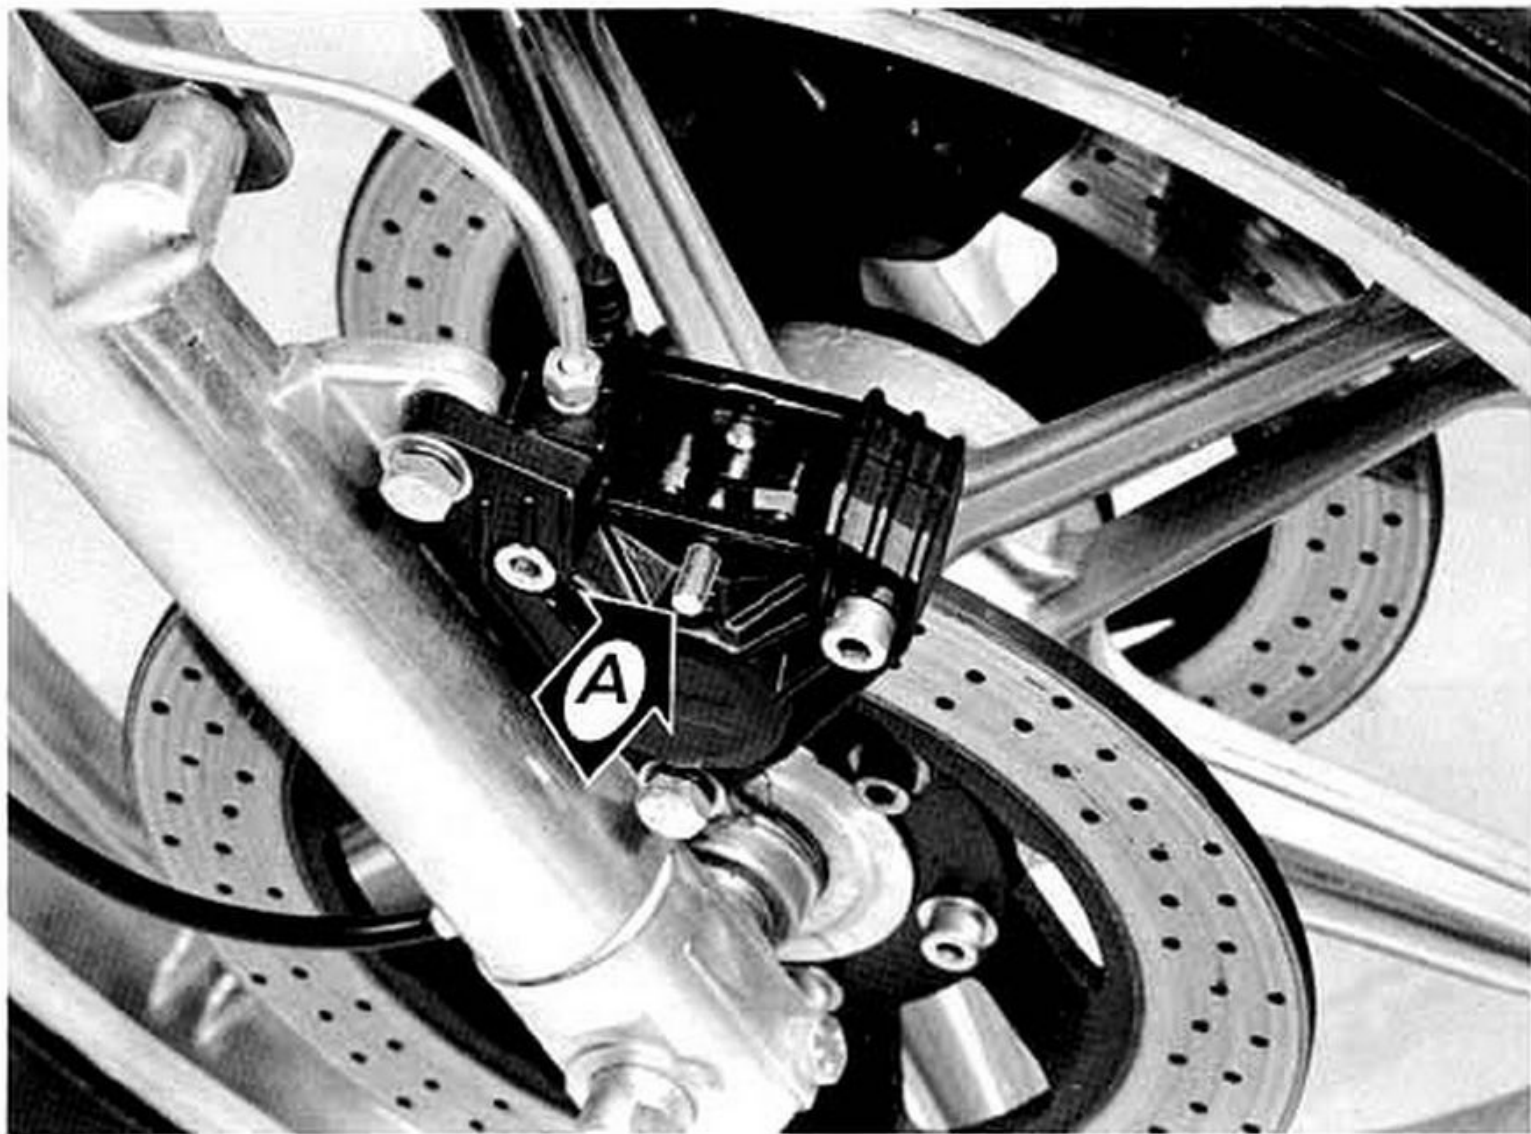

Fig. 133
- Con un cacciaspine ed un martello sfilare la spina di ritegno pastiche (A) della pinza (fig. 133).
- Using a pin punch and a hammer drive the pad retaining pin (A) out of the caliper (fig. 133).